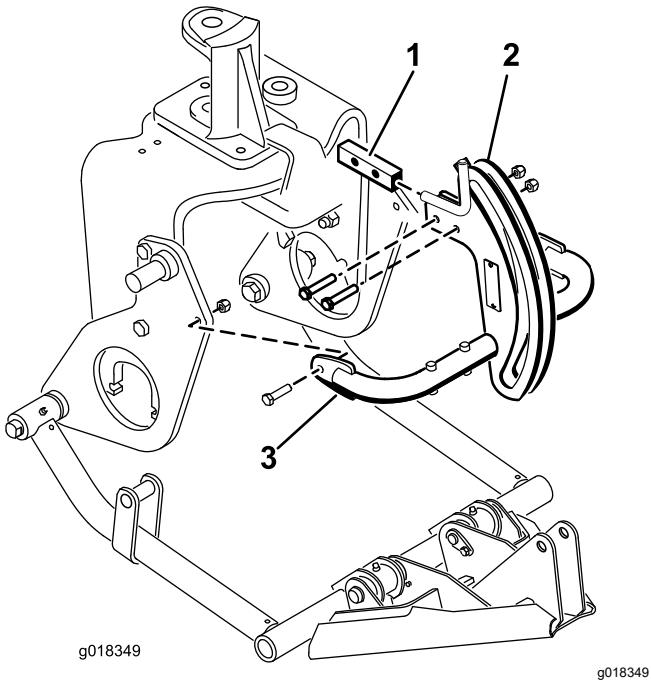

Figure 15
6. Fixez le haut du cadre d'attelage au support à l'aide de 2 boulons ($\frac{3}{8}$ " x 2") et écrous (Figure 15).
- Fixez les tubes du cadre d'attelage aux plaques de fixation à l'aide des boulons ($\frac{3}{8}$ " x $1\frac{1}{2}$ ") et des écrous (Figure 15), et serrez les fixations.